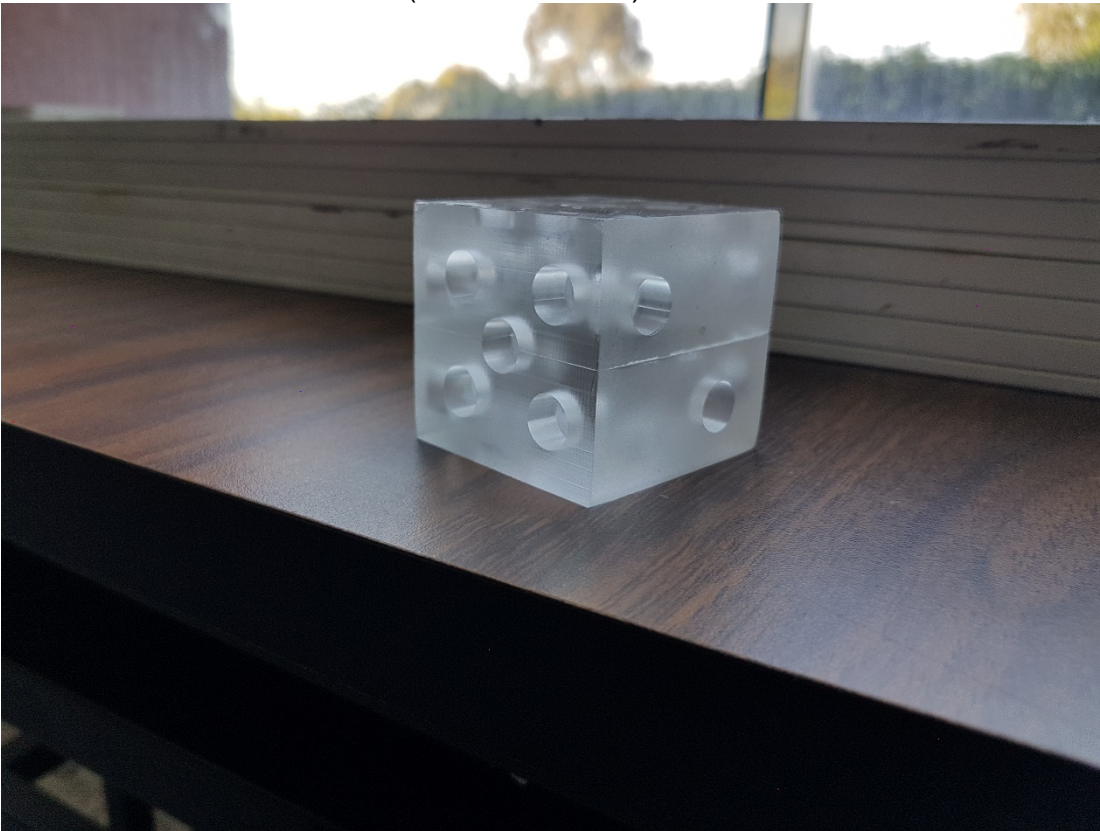

Ilustración 5.14 Cubo de acrílico 50MMX50MMX50MM
La máquina fresadora que se maneja tiene herramientas especiales solo para dos tipos de materiales. Acrílico y nylamid (Ilustración 5.13 e Ilustración 5.14), tiene la posibilidad de que también pueda manufacturar madero, pero no es recomendable ya que la escoria que suelta se pueda mesclar con la grasa que tiene la máquina y provoque alguna falla en el mecanismo.
Ilustración 5.14 nylamid
2. Tener en cuenta el tamaño de la pieza, tiene que caber en el sujetador de piezas y que no exceda las dimensiones recomendadas por el fabricante 70mm en el eje X, 100mm en el eje Y, 95mm en el eje Z. cubo de acrílico de 50mmx50mmx50mm (ilustración 5.14)